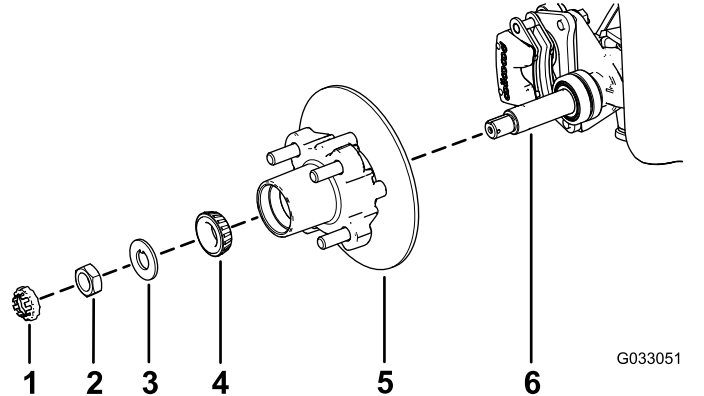

Bild 30
1. Fetten Sie die Spindel leicht mit der angegebenen Fettsorte ein (Bild 30).
2. Montieren Sie die Radnabe und den Drehzylinder an der Spindel mit dem Drehzylinder innen (Bild 30).
3. Montieren Sie das Außenlager an der Spindel und setzen das Lager auf den äußeren Lagerring (Bild 30).
4. Legen Sie die Nasenscheibe auf die Spindel (Bild 30).
5. Schrauben Sie die Spindelmutter auf die Spindel und ziehen Sie die Mutter auf ein Drehmoment von 15 N·m an, während Sie die Radnabe drehen um das Lager zu fixieren (Bild 30).
2. Fluchten Sie die Bremsbeläge mit jeder Seite des Drehzylinders (Bild 26) und die Löcher in der Bremsbackenhalterung mit den Löchern im Bremsenhalter des Spindelrahmens aus (Bild 30).